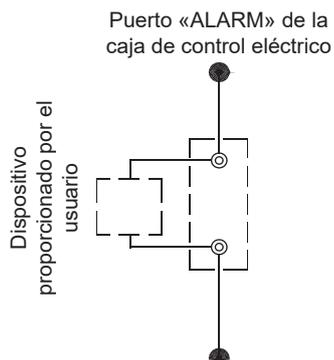

Fig. 8-23 Cableado del puerto «ALARM»
h) Las tuberías de derivación y las válvulas de derivación, como se muestra en la fig. 8-23, deben montarse hacia el intercambiador de calor para facilitar la limpieza del sistema exterior de paso de agua antes de ajustar la unidad. Durante el mantenimiento, puede cortarse el paso de agua del intercambiador de calor sin que afecte a otros intercambiadores.